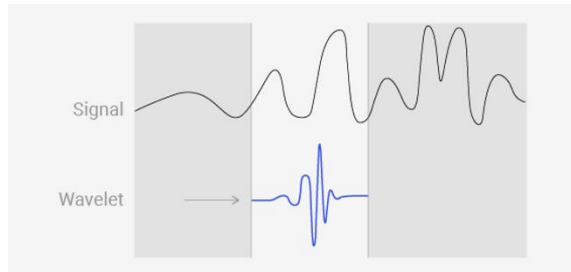

Fig. 1 Shifting 과정
- 즉, 웨이블릿 변환이란, 웨이블릿을 시간축 방향으로 이동시켜가며(Fig 1),